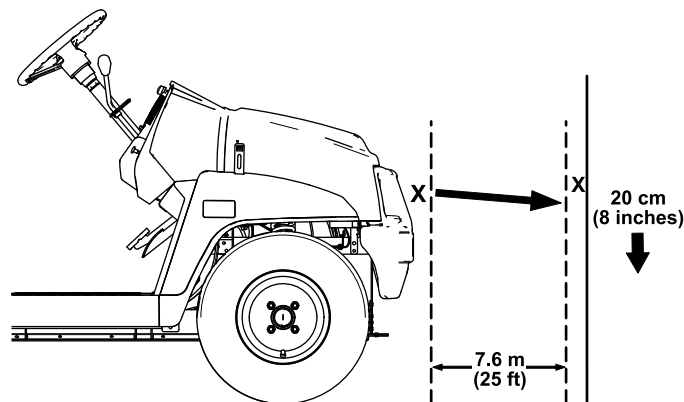

Figura 48
- Aparque la máquina en una superficie nivelada con los faros a unos 7,6 m de una pared (Figura 48).
La parte más brillante del haz del faro debe estar a 20 cm por debajo de la señal hecha en la pared (Figura 48).